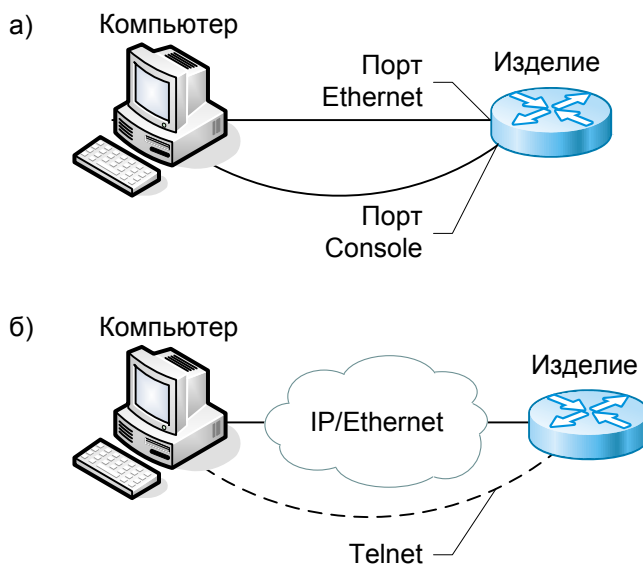

Рис. 34. Примеры подключения изделия для сохранения и загрузки конфигурации или обновления программного обеспечения
2. Подключите один из портов изделия к сети. Примеры подключения показаны на Рис. 34.
2. Подключите один из портов устройства к сети. Примеры подключения показаны на Рис. 34.
3. Подключите один из портов изделия к сети. Примеры подключения показаны на Рис. 34.